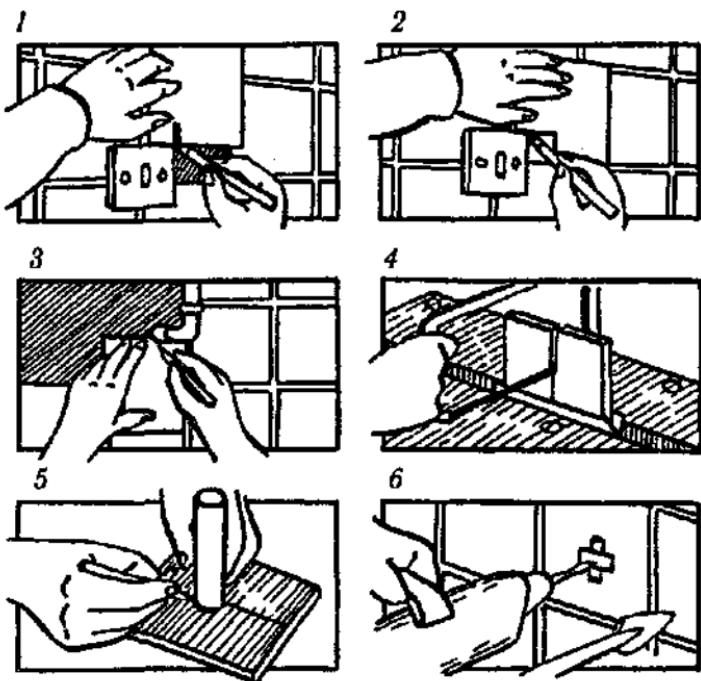

Рис. 111. Резка пилой и сверление.
Вот некоторые варианты (рис. 111). Угловой вырез в плитке делается следующим образом: сначала плитку прижимают к одной стороне выступающей детали и фломастером наносят на нее метку (1), затем точно так же наносят метку, соответствующую другой стороне детали. По этим отметкам под прямым углом проводят линии разрезов (2).